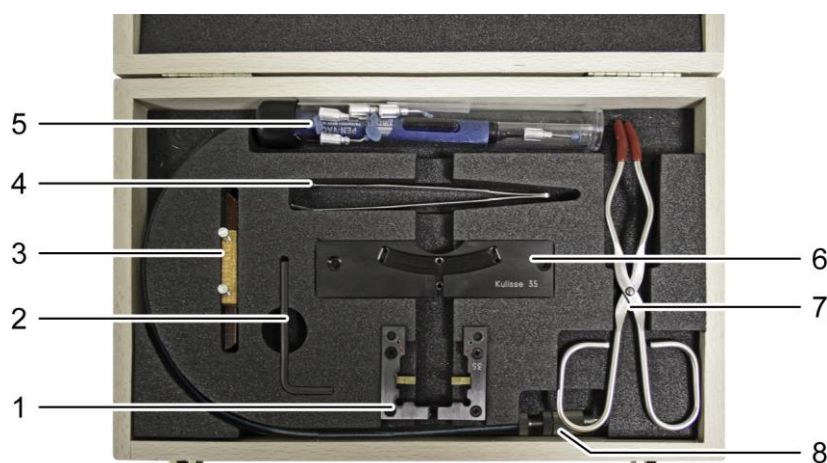

Abb. 16: Hilfsgeräte und Zubehör
1. Transportsicherung aus dem Zubehör entnehmen (siehe Abb. 16) und am Manipulator anschrauben.
| 1 | Abdeckhaube | 5 | Hilfsgeräte und Zubehör (Abb. 16) |